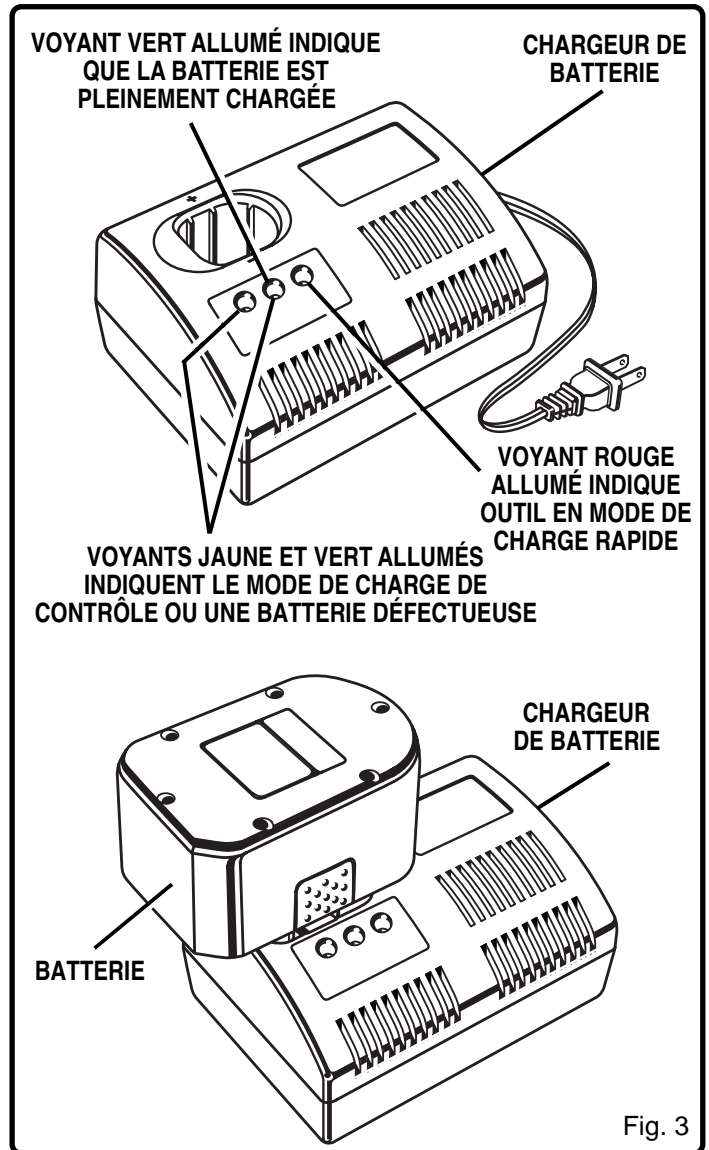

Fig. 3
Voir la Figure 3.
- Placez la batterie dans le chargeur. Voir la Figure 3. Alignez l'ergot se trouvant sur la batterie avec la rainure du chargeur.